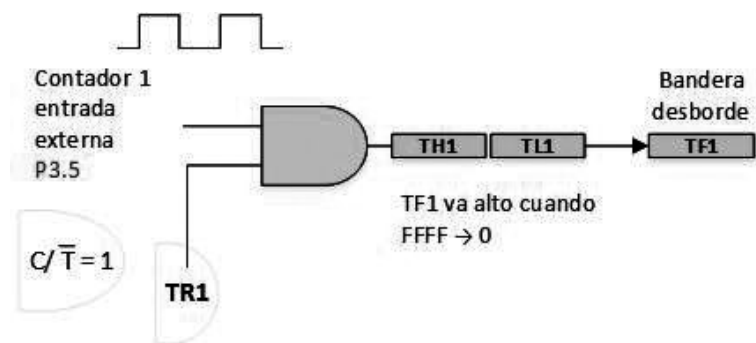

Figura 11.22: Contador1= Modo 1
- \* Vista Lógica Contador 1 con entrada externa (Modo 1)(Figura 11.22).